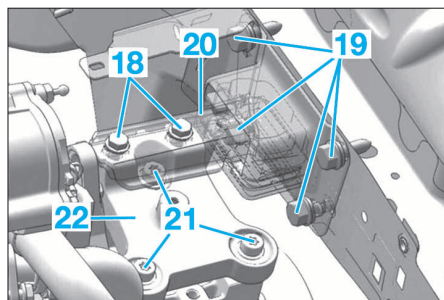

FIG. 11
- le vis (18) et (19) (Fig.11).